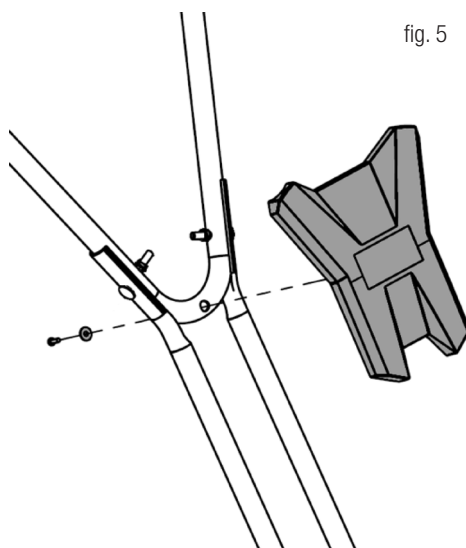

fig. 5
5. Monte o painel conforme mostrado na fig. 5.